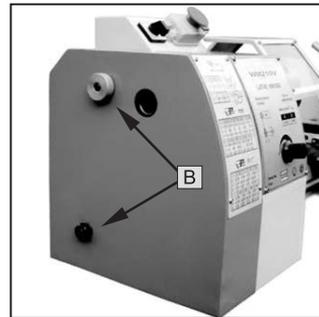

Рис. 15
1. Отвернуть два крепежных винта (В, Рис. 15) и снять защитную крышку.